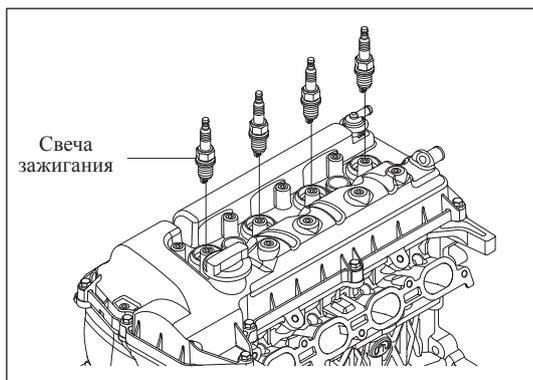

Рис. 12-3-50. Установка свечей зажигания
- » Установить в головку блока цилиндра 4 свечи зажигания, закрутив их 16-миллиметровым торцевым ключом для свечей зажигания (СИП), как изображено на рис. 12-3-50.